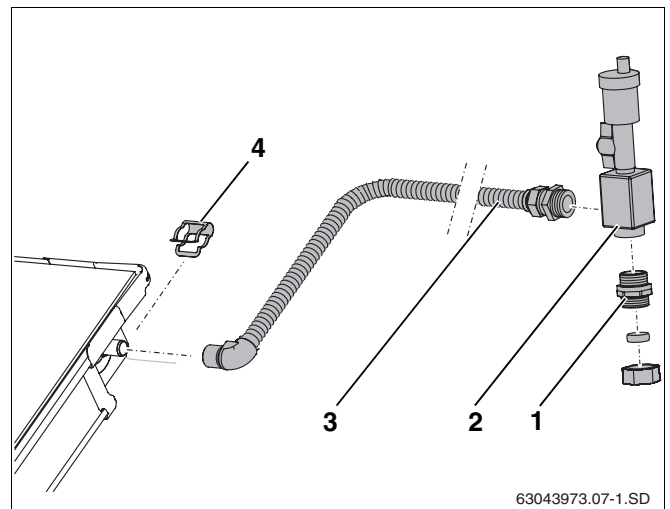

Fig. 36 Montaje del purgador por debajo del tejado
- ▶ Coloque el tubo de conexión (fig. 36, **pos. 3**) en la conexión de impulsión del campo de colectores y fíjelo con una abrazadera (fig. 36, **pos. 4**).
- ▶ Enrosque firmemente el tubo de conexión (fig. 36, **pos. 3**) y el casquillo doble (fig. 36, **pos. 1**) en el acumulador de aire (junta tórica).
- ▶ Conecte el tubo colector al casquillo doble con rosca de conexión (fig. 36, **pos. 1**).